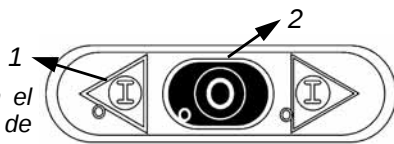

Fig. 5.3.1
5.3 – Control de rendimiento del pulsador de detención (fig. 5.3.1)
5.4 – Puesta en marcha de la máquina (fig. 5.3.1)
Para poner en marcha la máquina, se debe presionar el pulsador de marcha "1" Fig. 5.3.1, después de haber conectado correctamente el enchufe a la toma de la corriente eléctrica, la máquina se pone en funcionamiento.
5.5 – Detención de la máquina (fig. 5.3.1)
Para detener la máquina se debe presionar el pulsador de detención, "2" Fig. 5.3.1 y la máquina se detiene